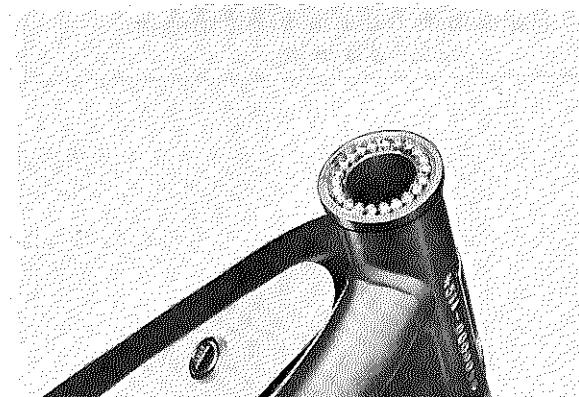

Fig. 5-7-11
3. Grease the lower ball race of the upper assembly and arrange the balls around it. Then apply more grease and set the top race into place. (Fig. 5-7-11)
3. Garnir de graisse la cuvette inférieure du roulement situé en haut, et disposer les billes sur son pourtour. Ensuite, ajouter de la graisse sur les billes, et poser la cuvette supérieure (Fig. 5-7-11).
3. Unteren Laufring des oberen Lagers einfetten und die Kugeln auflegen. Danach nochmals Schmierfett auftragen und den oberen Laufring aufsetzen. (Fig. 5-7-11)